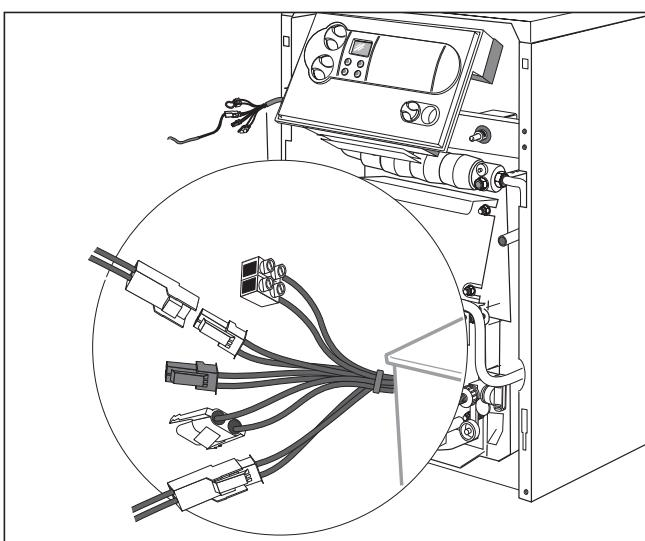

Fig. 4.6 Conectarea senzorilor
- Conectați fără potențial siguranță pentru deficit de apă la "termostat de nivel" (Pro E) și clapeta de gaze arse la accesoriu (poziția conexiunii este prezentată în fig. 4.6).